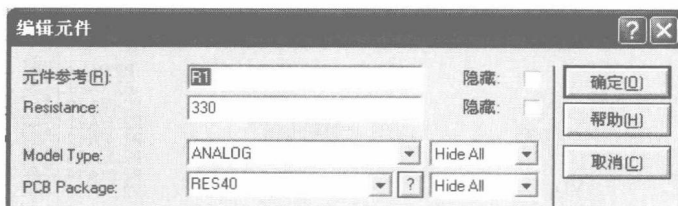

图 1-14 设置电阻属性
③ 元件编辑。在编辑窗口中右击元件可以选中元件,并弹出快捷菜单,选择相关的菜单项可对元件进行编辑。图 1-14 为修改电阻属性对话框,将电阻阻值设置为 330Ω 。